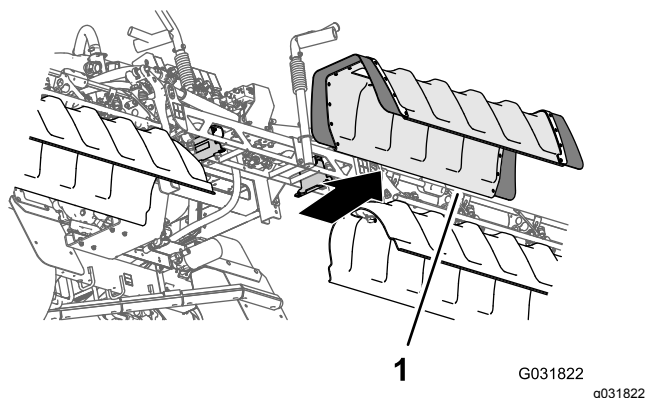

Figure 40
2. Déposez le couvercle de la section centrale de la machine (Figure 40).